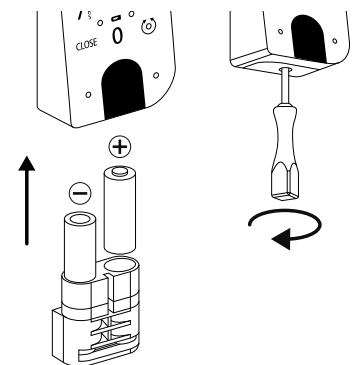

Abb. 165
- 3 Legen Sie zwei neue Batterien ein. Achten Sie dabei auf die korrekte Polung gemäß der Zeichnung auf der rechten Seite (Abb. 165).
Setzen Sie das Batteriefach wieder in das Gehäuse ein und schrauben Sie es fest (Abb. 165).